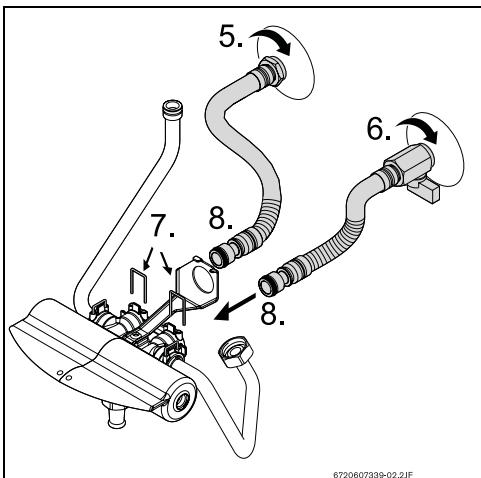

Fig. 2
- ▶ Établir les raccordements muraux d'eau chaude (→Fig. 2, pos. 5) et d'eau froide (→Fig. 2, pos. 6).
- ▶ Effectuer les raccordements entre le mur et le mélangeur (→Fig. 2, pos. 7 et 8).